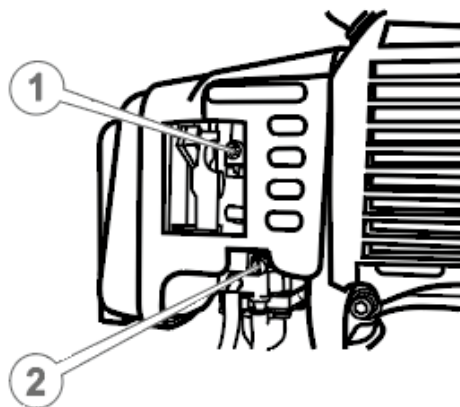

Рисунок 16. Схема розташування гвинтів регулювання карбюратора.
2. Налаштувати карбюратор, використовуючи регулювальні гвинти подачі палива (2, рис. 16) та холостого ходу (1, рис. 16) у напрямку руху годинникової стрілки до упору. Не докладати зусиль під час обертання гвинтів.